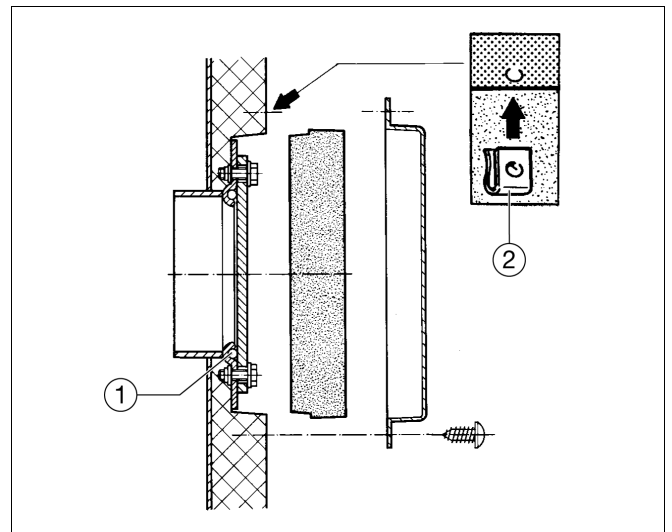

Fig. 9
- Placer la plaque isolante devant le couvercle avant (fig. 9).
- Insérer 4 écrous à déclic sur les perforations du film isolant (fig. 9).
- Visser le capot devant le couvercle avec 4 vis à tôle (fig. 9).
- Dévisser le capot devant le couvercle (fig 9).
- Dévisser les vis à tête hexagonale du couvercle avant et retirer ce dernier (fig. 9).
- Placer la plaque isolante devant le couvercle (fig. 9).
- Visser le capot devant le couvercle avec des vis à tête (fig 9).